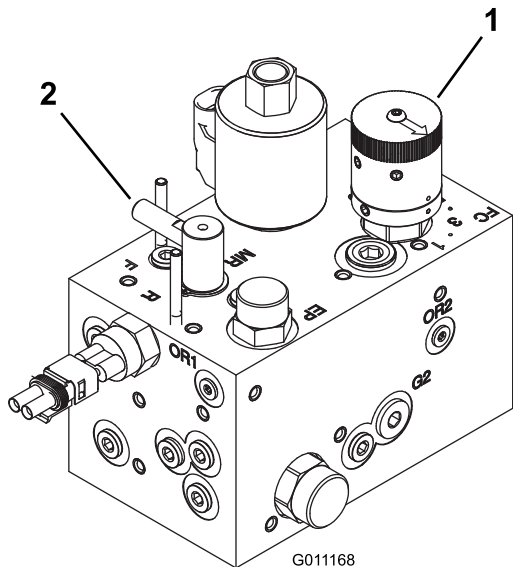

Figure 50
3. Tournez le bouton de commande de vitesse des cylindres (Figure 50) à la position correspondant au numéro trouvé à l'opération 1.